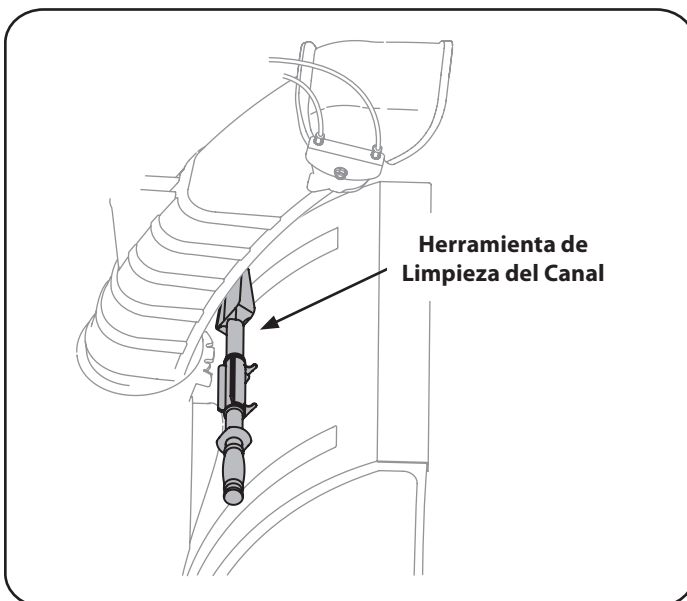
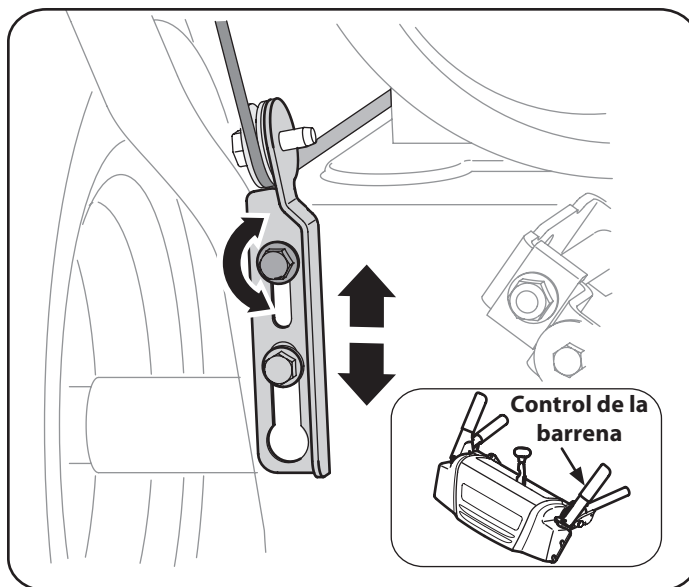

Figura 11
Figura 15
Hay una herramienta de limpieza del canal ajustada a la parte superior de la caja de la barrena con un pasador de ensamblado. Vea la figura 11. La herramienta está diseñada para limpiar el hielo y la nieve del montaje de un canal. Este producto se sujeta mediante una unión de cable en la fábrica. Corte la unión de cable antes de operar la máquina quitanieve.
1. El control de la barrena se encuentra en el mango izquierdo. Consulte la Figura 11 el recuadro. Cuando se suelta el control de la barrena y está en posición desengranada arriba, el cable debe tener muy poco juego. NO debe estar tenso.
4. Deje la barrena engranada durante aproximadamente diez (10) segundos antes de soltar el control de la barrena. Repita esta operación varias veces.
8. Ubique la ménsula hacia arriba para brindar más juego (o hacia abajo para aumentar la tensión del cable). Vea la figura 15.